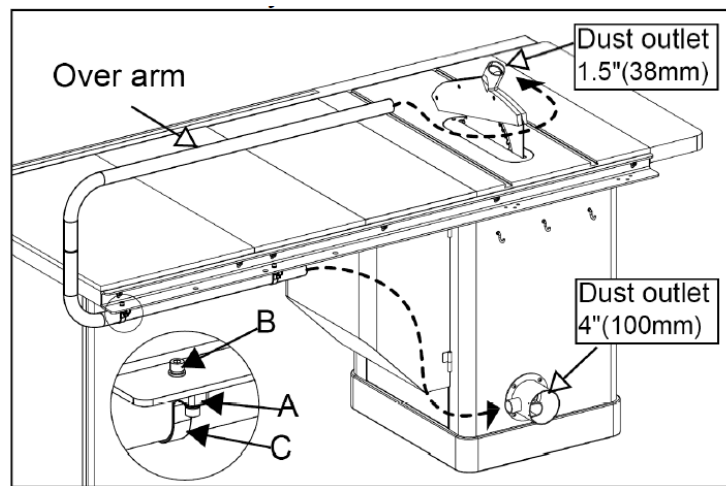

Рисунок 17
- Подсоедините трубу 1,5 дюйма (38 мм) к патрубку пылеудаления, как показано на рис. 17.